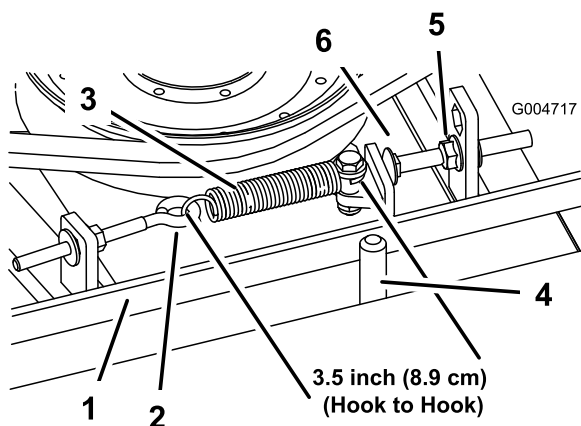

Figura 99
Quando a tensão estiver correta, a medida interior da mola de extensão (gancho a gancho) deverá ser de cerca de 8,3 cm a 9,5 cm. Logo que se obtenha a tensão correta da mola, ajuste o pino de fecho (parafuso da carroçaria) até haver uma folga aproximada de 2 a 5 mm entre a cabeça do parafuso e o braço intermédio (Figura 99).
**Nota:** Certifique-se de que correia está colocada no lado da mola do guia da correia (Figura 99).
- Desaperte o parafuso com olhal permitindo a remoção da mola de extensão (Figura 99).
- Desaperte a porca flangeada que prende o pino de fecho à patilha de montagem e afaste a polia intermédia da correia para libertar a tensão da correia (Figura 99).
9. Ligue a mola de extensão (Figura 99) ao parafuso de olhal e aplique a tensão na correia como se segue: